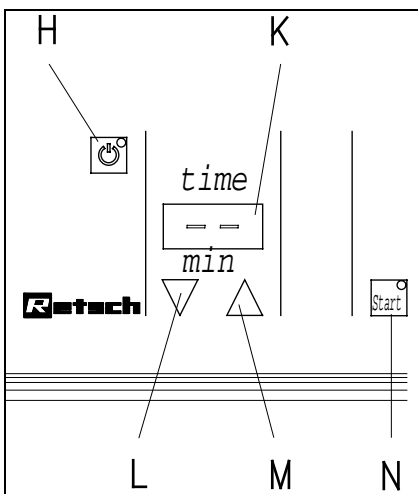

Fig.9
La LED dans la touche **H** s'allume **Fig.9**
- appuyez sur la touche **H**, **Fig.9**
- appuyez sur la touche **L** ou **M**, **Fig.9**
- appuyez sur la touche **START** **N**, **Fig.9**